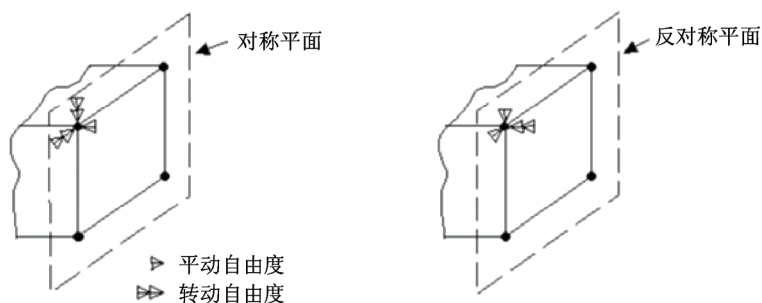
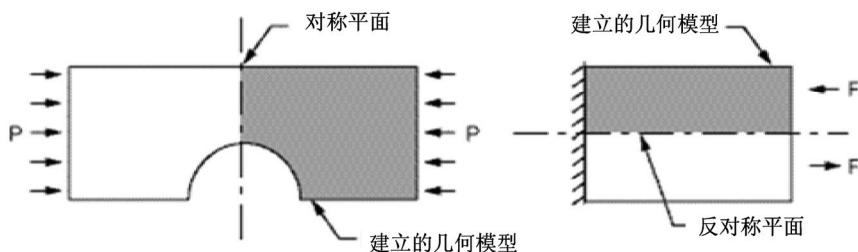

图 5-23 对平面内的节点施加对称与反对称边界约束条件
图 5-24 对称或反对称载荷条件
- 结构对称和反对称，其对于约束和载荷的影响如图 5-23 和图 5-24 所示。